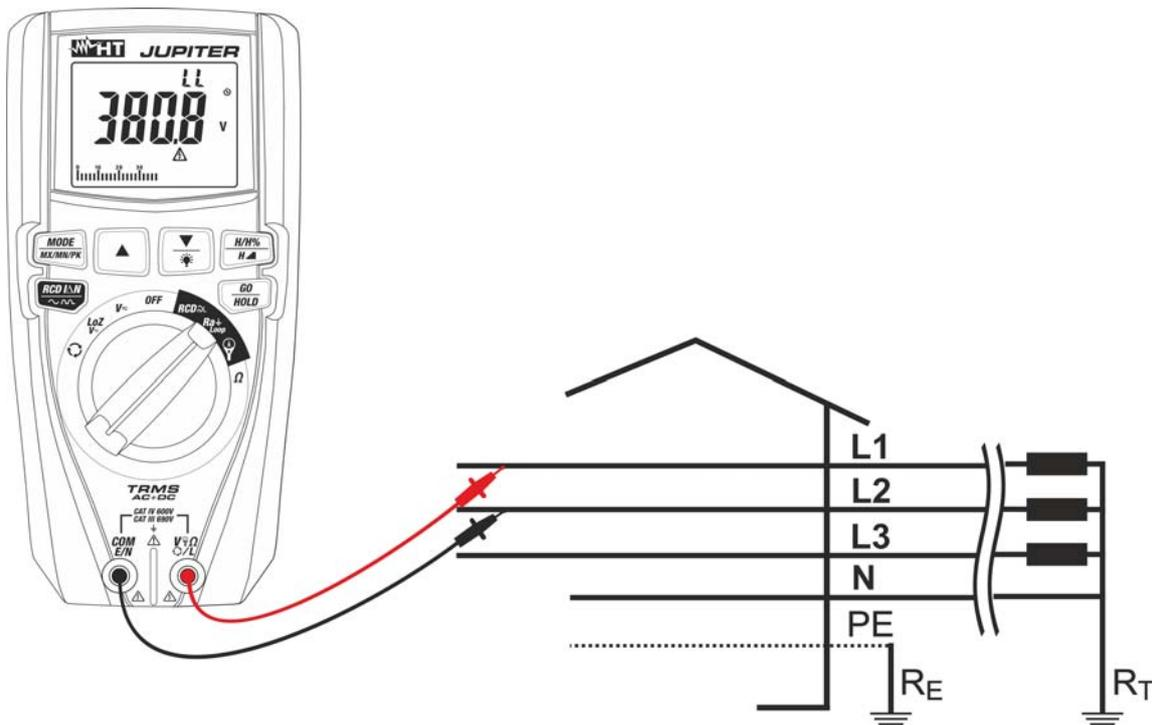

Fig. 27: Uso do instrumento para medir a impedância Loop L-L com ponteiras
9. **Para medição do Loop L-L** no caso de usar ponteiras de medida inserir o condutor vermelho no terminal de entrada $V_{\Omega}L$ e o condutor preto no terminal de entrada **COM/E/N** e ligar o instrumento à instalação em exame (ver Fig. 27). O valor da tensão Fase-Fase é apresentado no display.